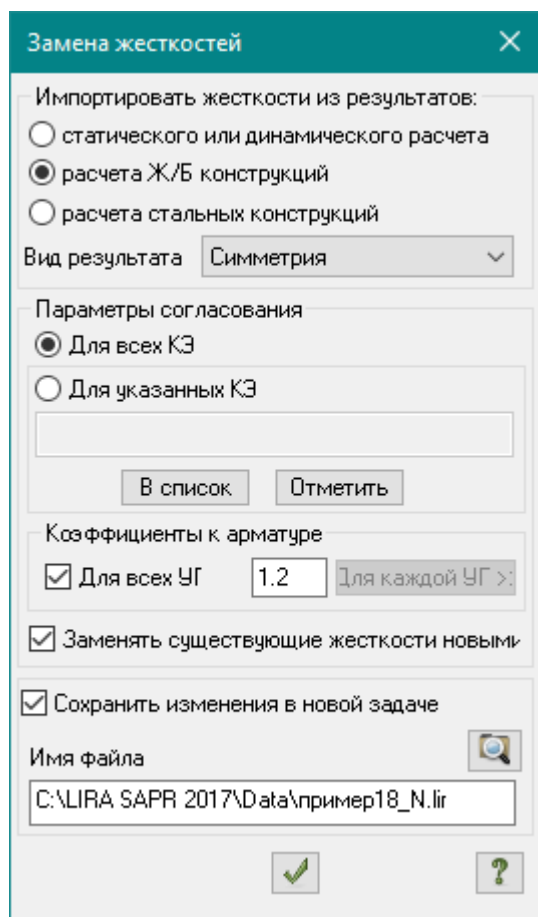

Рис.18.20. Диалоговое окно **Замена жесткостей**
- В появившемся диалоговом окне **Замена жесткостей** (рис.18.20) для создания нелинейной задачи щелкните по кнопке  – **Подтвердить**.